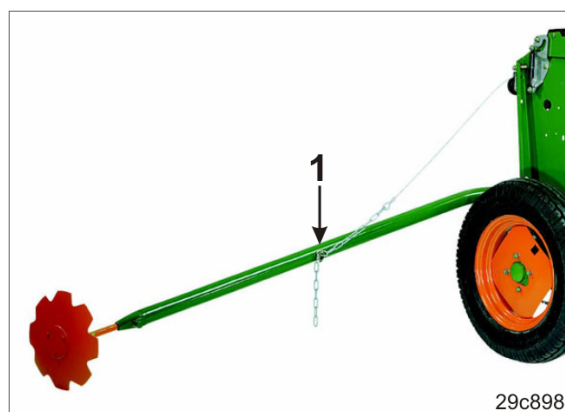

Fig. 167
5. Asigurați lanțul cu un șplint (Fig. 167/1).